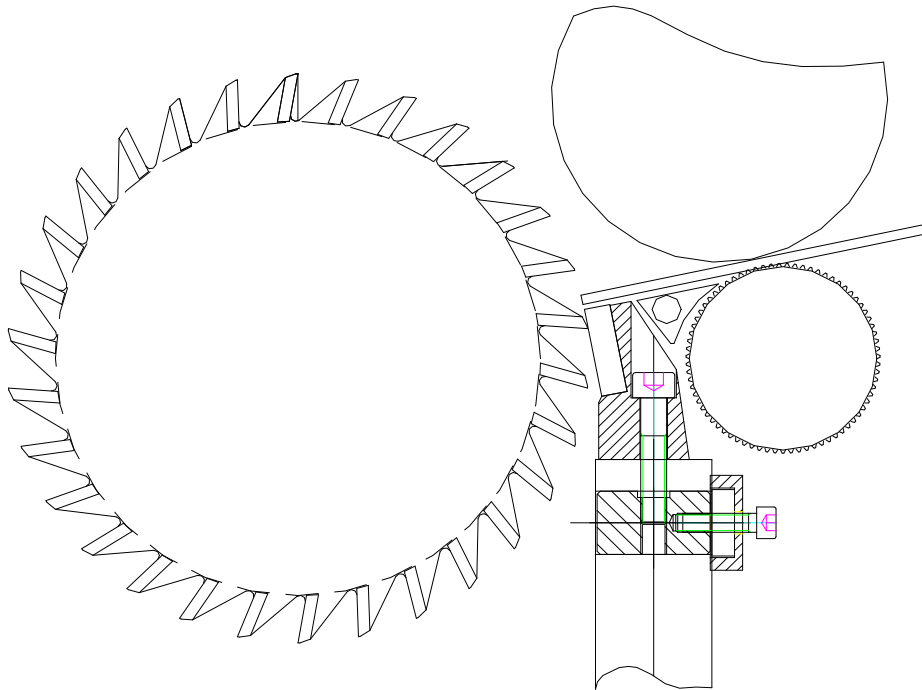

图 1.1 切粒系统结构示意图
- (1) 进料系统牵引力强，将塑料料条轻松送入设备；
- (2) 切刀拆卸、更换方便；
- (3) 特殊刀体材质及处理工艺，极大延长切刀使用寿命；
- (4) 腔体开关简便，进料架翻转、拆卸容易，便于清理；
- (5) 机器工作噪音低于 50db，电机具有过载保护，滚刀变频调速；
- (6) 设备具有联锁功能，安全状态下设备方能启动；
- (7) 具体切粒系统结构请看示意图 1.1